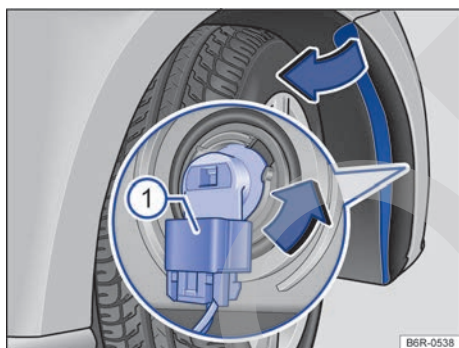

Fig. 148 Sustituir la bombilla del farol.
6. Desencajar el conector de alimentación de la lámpara → fig. 148 (1), presionar al mismo tiempo, la traba de fijación del conector.
7. Girar el portalámparas → fig. 148, en el **sentido antihorario** de la flecha hasta el batiente y desencajarlo del alojamiento.
12. Encajar el conector de alimentación → fig. 148 (1) en el portalámparas. El conector debe encajar de forma audible.